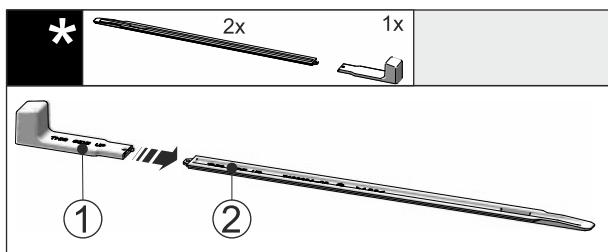

Fig. 45
- ▶ Postavite montažnu ručku Fig. 45 (1) na šinu za Fig. 45 (2) niveliiranje.